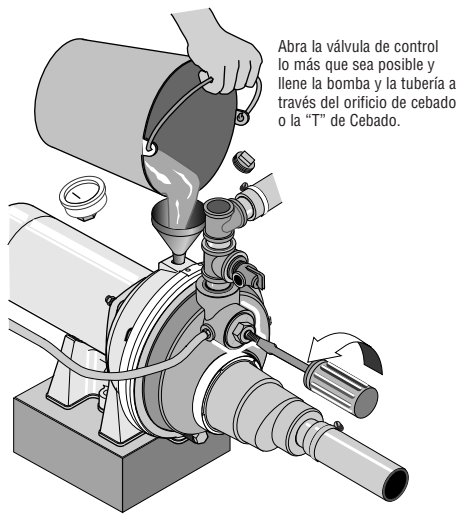

Figura 19: Abra la Válvula de Control
1. Abra la válvula de control lo más que sea posible (vea la Figura 19). Después retire el tapón de cebado de la bomba y llénela, llenando toda la tubería entre la bomba y el pozo; asegúrese de que toda la tubería en el pozo esté llena. Si también instaló una "T" de cebado en la tubería de succión, retire el tapón de la "T" y llene la tubería de succión.